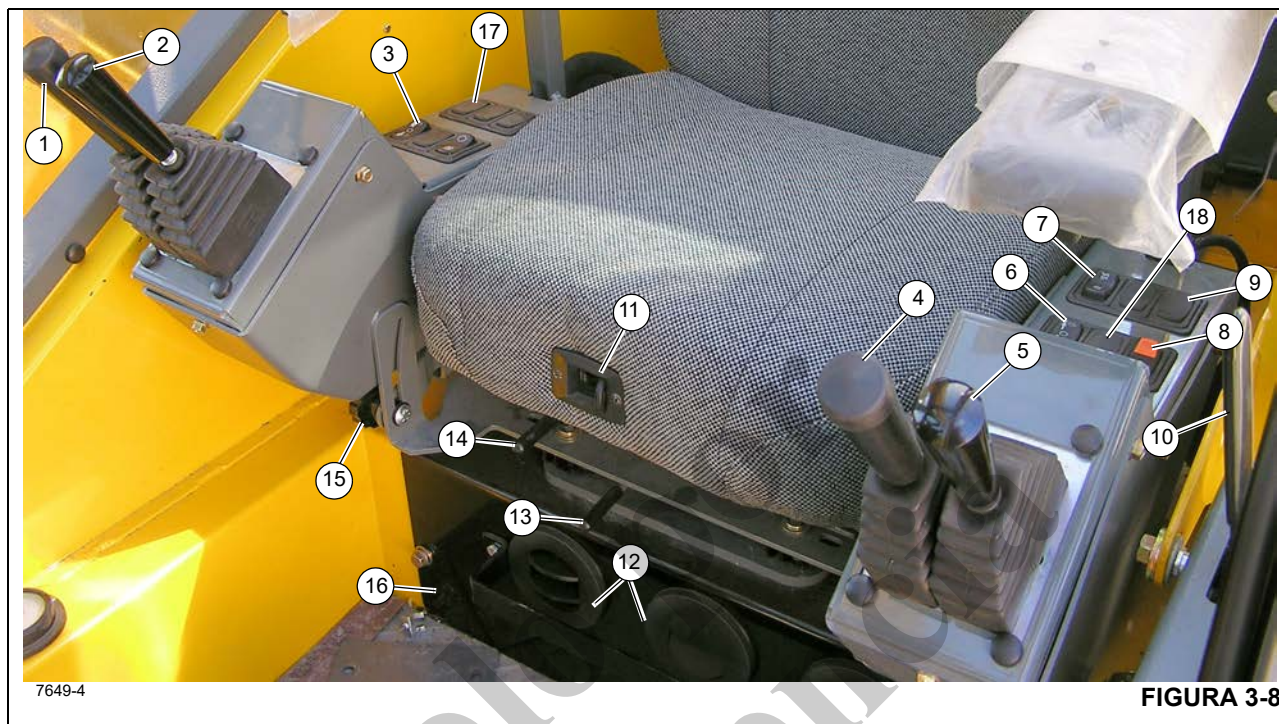

Figura 3-8 - Números de artículos
El indicador de diferencial del eje bloqueado (22) (Figura 3-6) se encuentra en la pantalla de medidores en la columna de dirección. Este indicador se ilumina en ámbar después de mover el interruptor de bloqueo del diferencial (10) (Figura 3-8) a la posición de BLOQUEO con los interruptores de bloqueo del diferencial del vehículo en cada eje cerrados. En la posición de BLOQUEO, no hay acción diferencial entre las ruedas.
El control del malacate principal (1) (Figura 3-8) se encuentra en el apoyabrazos derecho. Cuando la palanca de control se mueve hacia adelante, el cable desciende. Cuando se tira hacia atrás, el cable se eleva.
El control de elevación de pluma (2) (Figura 3-8) se encuentra en el apoyabrazos derecho. Cuando la palanca de control se coloca hacia adelante se baja la pluma; cuando se coloca hacia atrás, se eleva la pluma.
El interruptor selector de velocidad del malacate principal (3) (Figura 3-8) es un interruptor de contacto mantenido, de tres posiciones (alta/apagado/baja), que se encuentra en el apoyabrazos derecho. Si se coloca el interruptor en la posición alta, esto habilita las funciones del malacate y energiza el solenoide de alta velocidad del malacate principal, lo que tiene por resultado altas velocidades del cable. Si se coloca el interruptor en la posición central de apagado, esto evitará el funcionamiento del malacate. Si se coloca el interruptor en la posición baja, esto habilita las funciones del malacate principal y desenergiza el solenoide de alta velocidad del malacate principal, lo que tiene por resultado bajas velocidades del cable.
El control de telescopización o del malacate auxiliar (4) (Figura 3-8) se encuentra en el apoyabrazos izquierdo. La palanca controla las funciones de telescopización cuando la grúa no está provista de malacate auxiliar. Empuje la palanca de control hacia adelante para extender la pluma, o tire de la palanca de control hacia atrás para retraerla.
El interruptor selector de velocidad del malacate auxiliar (6) (Figura 3-8) es un interruptor de contacto mantenido, de tres posiciones (alta/apagado/baja), que se encuentra en el apoyabrazos izquierdo. Si se coloca el interruptor en la posición alta, esto habilita las funciones del malacate auxiliar y energiza el solenoide de alta velocidad del malacate auxiliar, lo que tiene por resultado altas velocidades del cable. Si se coloca el interruptor en la posición central de apagado, esto evitará el funcionamiento del malacate. Si se coloca el interruptor en la posición baja, esto habilita las funciones del malacate auxiliar y desenergiza el solenoide de alta velocidad del malacate auxiliar, lo que tiene por resultado bajas velocidades del cable.
El interruptor de dirección trasera (7) (Figura 3-8) es un interruptor tipo basculante de tres posiciones, con retorno por resorte a la posición de apagado, y se encuentra en el apoyabrazos izquierdo. Presione la parte inferior del interruptor para accionar una válvula de control que gira las ruedas traseras hacia la izquierda, lo cual hace que la grúa vire hacia la derecha. Presione la parte superior del interruptor para accionar una válvula de control que gira las ruedas traseras hacia la derecha, lo cual hace que la grúa vire hacia la izquierda. Cuando las ruedas no están centradas, la luz del indicador de ruedas traseras no centradas en la columna de dirección se enciende. Cuando se suelta el interruptor, éste vuelve a la posición central de apagado.
El interruptor del freno de giro (8) (Figura 3-8) se encuentra en el apoyabrazos izquierdo. Este interruptor de dos posiciones (encendido/apagado) sirve para regular una válvula hidráulica que envía un flujo de presión regulada hacia el freno de giro y desde él. Al colocar el interruptor en la posición de encendido se aplica el freno de giro y al colocarlo en la posición de apagado se suelta el freno de giro. Cuando el interruptor está en la posición de encendido, la luz indicadora roja en la columna de dirección se ilumina. El interruptor tiene un bloqueo para evitar el accionamiento inesperado.
El control de bloqueo del diferencial (Axle Diff) (9) (Figura 3-8) se encuentra en el apoyabrazos izquierdo. Éste es un interruptor de dos posiciones de contacto momentáneo. Con el control en la posición de bloqueo, las estrías del collar de cambios se engranan en las estrías de la caja del eje para unir el conjunto de diferencial y los semiejes y así eliminar el efecto diferencial entre las ruedas. En la posición de desbloqueo, existe un efecto diferencial normal entre las ruedas en todo momento. El indicador ámbar en la columna de dirección se ilumina cuando los interruptores de proximidad en cada eje se activan.
Utilice la palanca del mecanismo de desbloqueo de la puerta de la cabina (10) (Figura 3-8) para abrir o cerrar la puerta de la cabina desde el interior de la cabina.
Para ajustar el respaldo del asiento, presione la perilla de ajuste (11) (Figura 3-8) y luego ajuste el asiento según sea necesario.
La unidad de control de climatización del acondicionador de aire/calefactor de la cabina de la grúa (16) (Figura 3-8) se encuentra en la cabina, debajo del asiento del conductor. Los registros (12) forman parte de la unidad de control de climatización y se pueden ajustar para dirigir el flujo de aire.
El movimiento de la palanca de deslizamiento del asiento (13) (Figura 3-8) sólo deslizará el asiento, hacia adelante o hacia atrás.
El movimiento de la palanca de deslizamiento del bastidor del asiento (14) (Figura 3-8) deslizará el asiento y el bastidor del asiento hacia adelante o hacia atrás.
El apoyabrazos y los controles del apoyabrazos se pueden ajustar por medio de las perillas de ajuste (15) (Figura 3-8). Afloje la perilla y gire todo el apoyabrazos a la posición deseada, vuelva a apretar la perilla una vez que se haya terminado de realizar el ajuste.
Los indicadores de rotación de malacate para el malacate principal y el malacate auxiliar se encuentran en la parte superior de cada palanca de control de malacate (1, 4) (Figura 3-8). Cada indicador se controla electrónicamente por medio de una señal de entrada recibida de un sensor instalado en el malacate correspondiente y una señal de salida de un módulo de control. Cada palanca de control de malacate (1, 4) vibra cuando su malacate está funcionando de manera que el pulgar del operador pueda sentirlo.